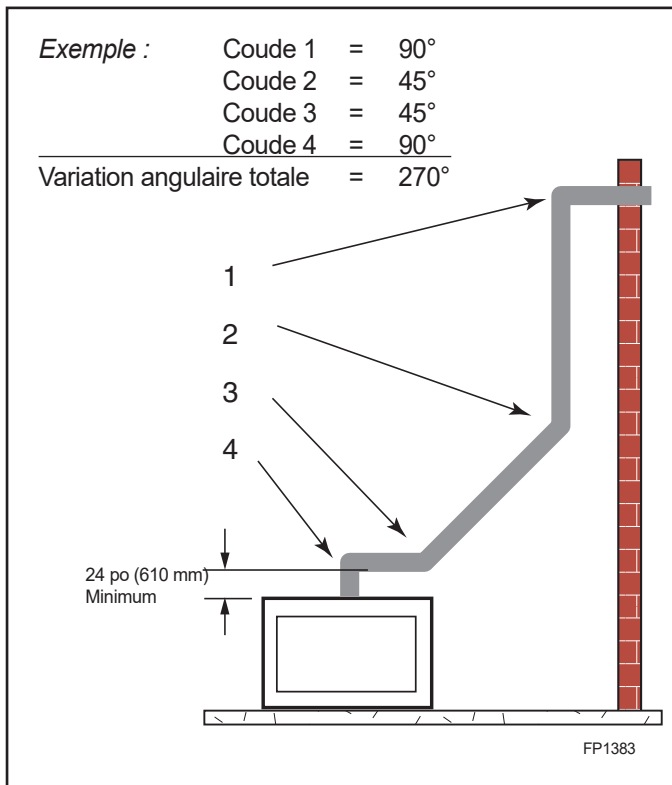

Figure 5.8 Utilisation maximale des coudes
- Le nombre maximal de degrés de déviation (coudes) dans un système est de 270°. Voir la figure 5.8.